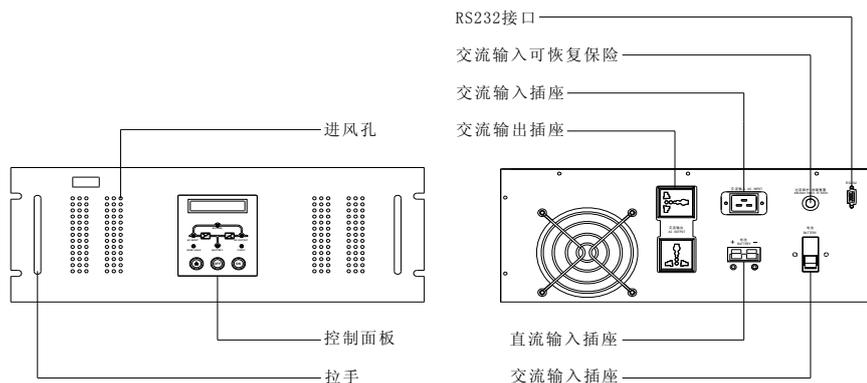

图 3-10
3. 2KVA-3KVA LCD 显示面板机架式逆变电源前面板和后面板外观示意图如图 3-10 或 3-11 所示。